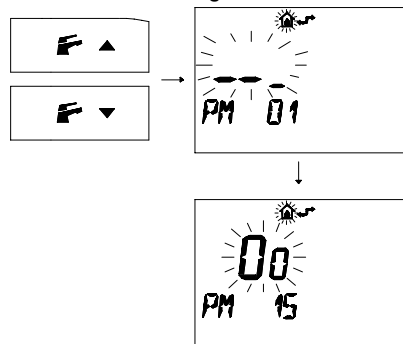

fig. 5.19
- 3 Premere i pulsanti o per visualizzare la programmazione "PM 15" abilitazione della sonda esterna fig. 5.19